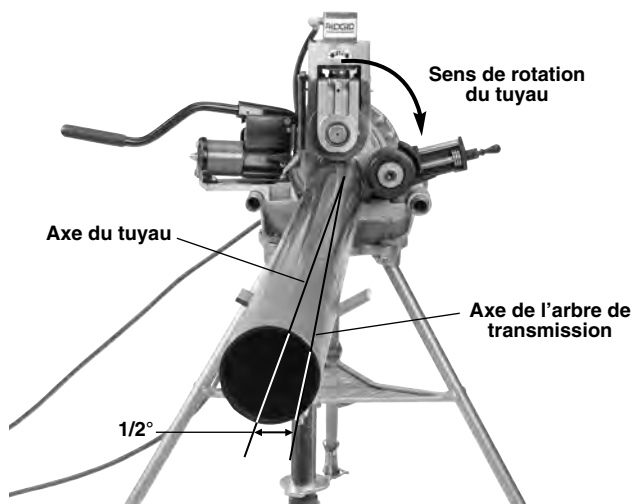

Figure 14 – Déport du tuyau de $\frac{1}{2}^\circ$ vers l'utilisateur (exagéré)
- Mettez le commutateur REV/OFF/FOR du système d'entraînement ou fileteuse utilisé à la position REV. Appuyez momentanément sur la pédale de commande. Le galet d'entraînement de la rainureuse devrait tourner en sens horaire (*Figure 14*), voire dans le sens indiqué par la flèche rotationnelle apposée sur la rainureuse. Si la rainureuse tourne en sens inverse ou que la pédale de commande ne
- Mode opératoire préféré – Commutateur en position REV :** Ramenez légèrement le tuyau et le (ou les) porte-tubes d'environ ½° vers l'utilisateur, soit d'un pouce par 10 pieds de longueur de tuyau. L'alignement du tuyau et de la rainureuse aidera à assurer le tracé approprié de la rainure en cours d'opération (Figure 14). Ceci est le déport nécessaire au rainurage des tuyaux en position REV et permet l'utilisation du stabilisateur.
- Augmentez légèrement le déport du tuyau (de $\frac{1}{2}^\circ$ à 1°) selon la *Figure 14*.